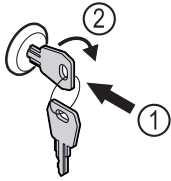

Fig. 154 Beispielhafte Darstellung
- ▶ Schlüssel hineindrücken Fig. 154 (1).
- ▶ Schlüssel um 90° im Uhrzeigersinn drehen Fig. 154 (2).